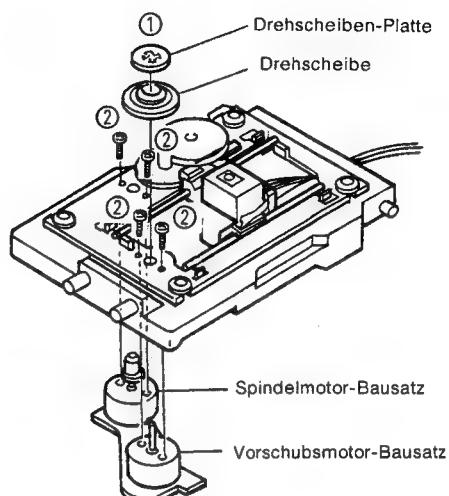

Abb. 9
6. Entfernen des Spindelmotor-Bauteils und des Vorschubsmotors (Abb. 9)
- ① Entfernen Sie die Drehscheiben-Platte und die Drehscheibe von dem Vorschubsmotor.
- ② Entfernen Sie die vier Schrauben, die den Motor befestigen.